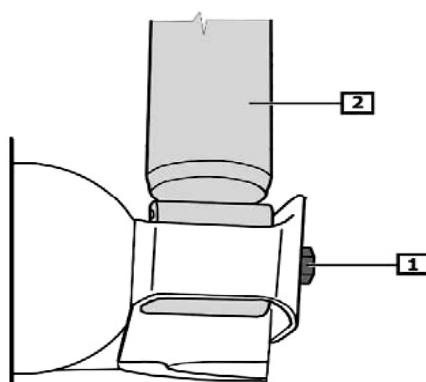

Fig. 5:
- Gegenmutter mit Spezialwerkzeug abschrauben, Druckscheibe (4) und oberes Gummilager (5) entnehmen.
- **Fig. 5** Untere Federbein-Verschraubung entfernen.
- Use a special tool to unscrew counter nut. Remove thrust washer (4) and upper rubber bearing (5).
- **Fig. 5** Remove lower suspension strut screw attachment.
- Dévisser le contre-écrou avec un outil spécial, enlever le disque de pression (4) et le palier en caoutchouc supérieur (5).
- **Fig. 5** Enlever le vissage inférieur de la jambe de force.
- Desatornillar la contratuerca con la herramienta especial, retirar la arandela de presión (4) y el cojinete de goma superior (5).
- **Fig. 5** Retirar la atornilladura inferior del amortiguador.
- Anschlagpuffer (12) mit Staubschutzhülle (13) und Scheibe (10) auf Kolbenstange stecken.
- Federauflage (11), oberen Federteller (9), Distanzhülse (8) und unteres Gummilager (7) anbauen.
- Auf richtigen Federsitz achten und Kolbenstangenmutter (6) mit Spezialwerkzeug fest-schrauben.
- Oberes Gummilager (5) und Druckscheibe (4) mit Mutter (3) festschrauben.
- Tellerscheibe (2) auflegen und mit Kontermutter (1) (25 Nm) siichern.
- **Fig. 5** Untere Federbeinbefestigung (1) anschrauben.
- Place compression stop (12) with dust cover (13) and washer (10) on piston rod.
- Assemble spring mount (11), upper spring cap (9), spacer sleeve (8), and lower rubber bearing (7).
- Make sure springs fit correctly, then use a special tool to tighten the piston rod nut (6).
- Tighten the upper rubber bearing (5) and thrust washer (4) with the nut (3).
- Place plate washer (2) on top and secure it with the counter nut (1) (25 Nm).
- **Fig. 5** Screw on lower suspension strut attachment.